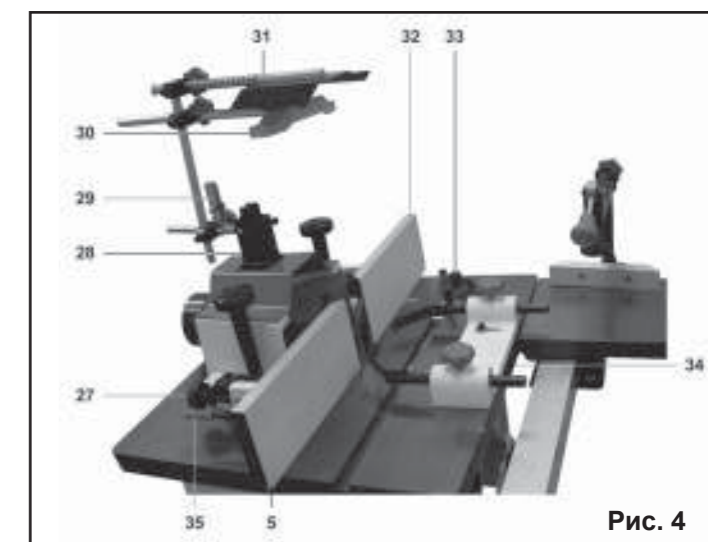

Рис. 4
8.2.1. Установите и закрепите направляющую (3) на рабочем столе (4) болтом (43) через втулку (39) и болтом (45) к держателю (41), как показано на Рис.5. Винтами (42) отрегулируйте параллельность направляющей (3) относительно рабочего стола (4), положение зафиксируйте гайками (40), Рис.4.